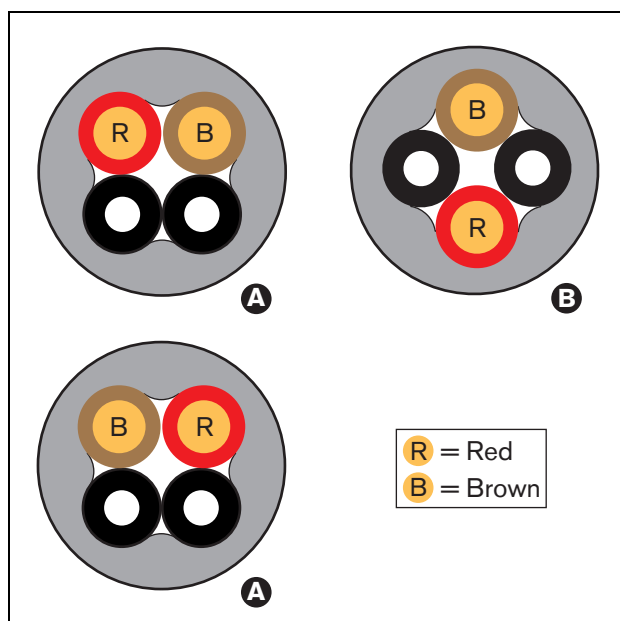

figura 20.5: Tipi di cavo
- I cavi di tipo A in cui le fibre ottiche in plastica sono poste le une accanto alle altre (vedere figura 20.5, dove sono raffigurate entrambe le estremità del cavo).
- I cavi di tipo B in cui le fibre ottiche in plastica sono opposte le une rispetto alle altre (vedere figura 20.5, le due estremità del cavo sono identiche).